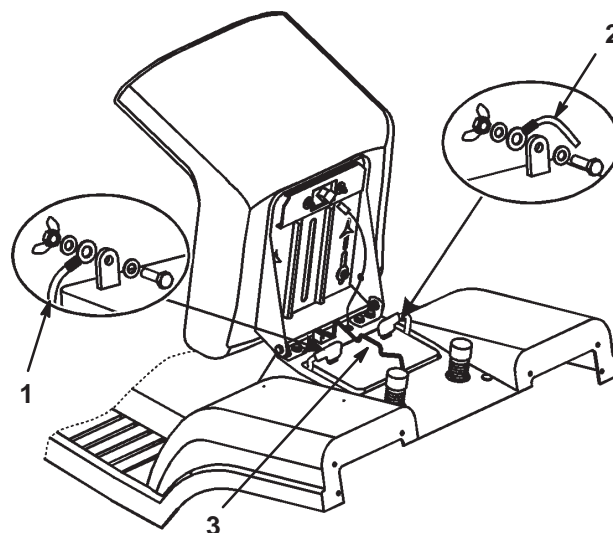

Bild 27
3. Nehmen Sie die Gummiabdeckung vom Minuskabel (schwarz) ab. Klemmen Sie das Minuskabel (schwarz) vom Batteriepol ab (Bild 27).
4. Nehmen Sie die Gummiabdeckung vom Pluskabel (rot) ab. Klemmen Sie das (rote) Pluskabel vom Batteriepol ab (Bild 27).
5. Entfernen Sie die Batteriebefestigungsstange (Bild 27).
1. Setzen Sie die Batterie in das Chassis ein. Die Pluspole sollten zur Vorderseite des Traktors zeigen (Bild 27).
2. Sichern Sie die Batterie mit den Klemmstangen am Chassis ab (Fig. 27).
3. Schließen Sie das Pluskabel (rot) mit der Schraube und Flügelmutter am (+) Pluspol an (Bild 27). Schieben Sie die Gummiabdeckung über den Batteriepol.
4. Schließen Sie das (schwarze) Minuskabel mit der Schraube und Flügelmutter am (-) Minuspol an (Bild 27). Schieben Sie die Gummiabdeckung über den Batteriepol.